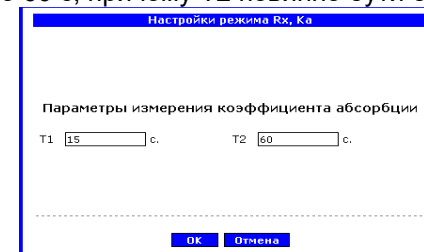

Рисунок 8.22
3) За замовчуванням вимірювання буде виконуватися при наступних відліках часу:  $T1=15$  с,  $T2=60$  с. Значення  $T1$  і  $T2$  можуть бути змінені, для чого клацнути по кнопці **Дополнительные опции** (поз. 22), в вікні, що відкриється, обрати варіант "Настройки режима Rx і Ka" і в вікні, що з'явиться (рисунок 8.22), ввести потрібні значення  $T1$  і  $T2$  в діапазоні від 15 до 60 с, причому  $T2$  повинно бути більшим за  $T1$ .